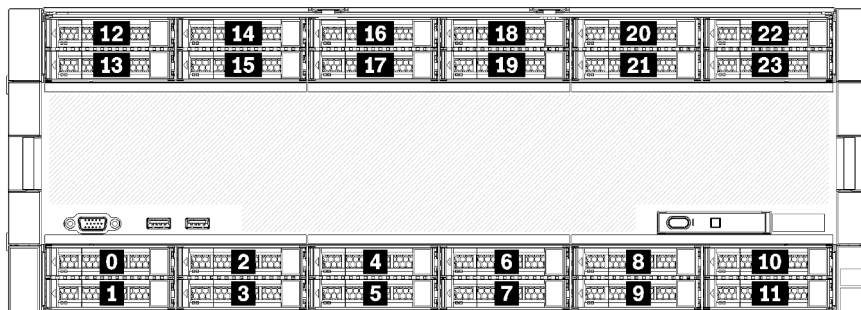

Figure 11. Emplacements des baies d'unité
- Les deux unités supérieures prennent en charge les interfaces SAS, SATA ou NVMe (Lenovo, AnyBay). Le serveur peut prendre en charge jusqu'à 12 unités NVMe, selon la configuration du serveur. Les baies d'unité NVMe compatibles sont les baies paires, comme illustré dans Figure 11 « Emplacements des baies d'unité » à la page 28.